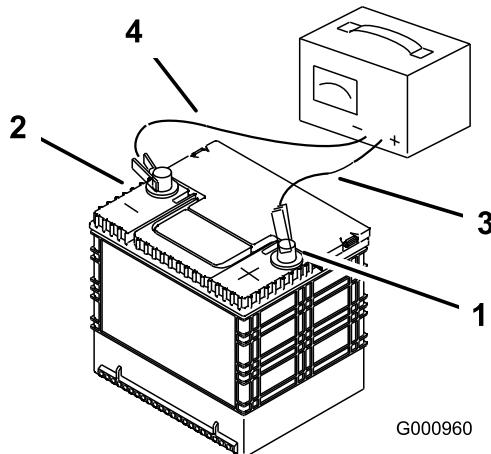

Figura 50
3. Cuando la batería esté completamente cargada, desconecte el cargador del suministro eléctrico, y desconecte los cables del cargador de los bornes de la batería (Figura 50).